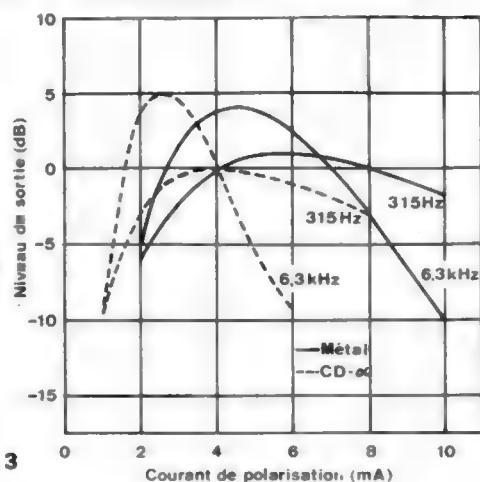

Fig. 3
■ **Polarisation (fig. 3).** Il apparaît que le niveau de sortie d'une bande au métal dépendra moins de la polarisation d'une bande CD-α. Les maxima sont plus flous dans le premier cas. En conséquence les fluctuations du niveau de sortie seront minimisés si la polarisation change. On remarquera toutefois que celle-ci devra être plus élevée dans le cas de la bande métal.
Les figures 3 à 6 sont relevées pour un magneto-cassette à vitesse de 4,75 cm/s trois têtes : entrefer de la tête d'enregistrement de 4 μm, entrefer de la tête de lecture de 1 μm, constantes de temps du système de correction à la lecture : 3 180 et 70 μs.